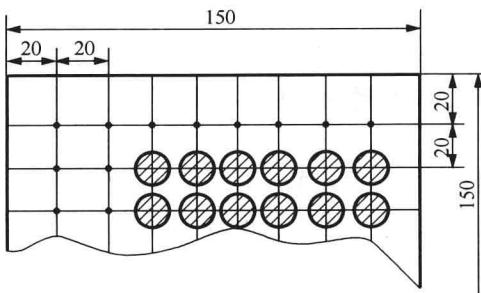

图 1-10 定点引弧
- (1) 在焊件上按图 1-10 所示用粉笔画线。
- (2) 在直线的交点处用划擦法引弧。
- (3) 引弧后，焊成直径为 13 mm 的焊点后灭弧。
- (4) 如此不断重复，完成若干个焊点的引弧训练。